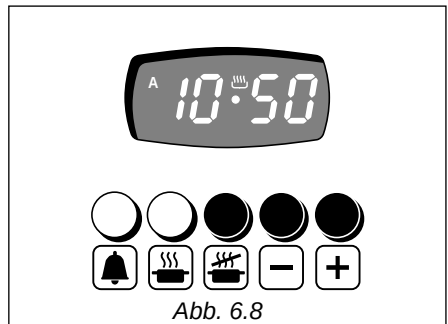

Abb. 6.8
2. Ende des Garvorgangs durch drücken der Taste  und der Taste  einstellen (Abb. 6.8) (die Garzeit wird der Uhrzeit hinzugefügt). Wenn die gewünschte Zeit überschritten wird, kann sie durch die Taste  zurück gestellt werden.